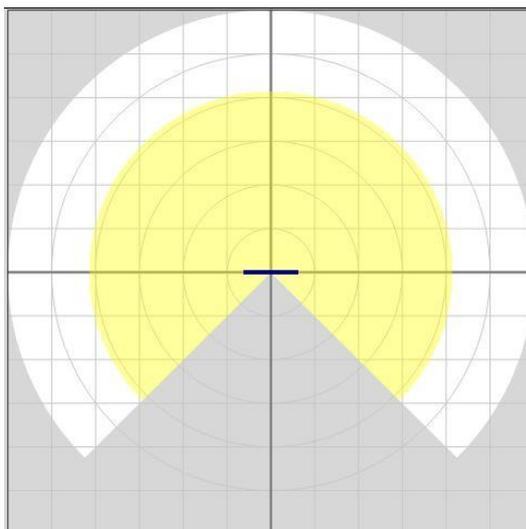

図 4.2.1.2.2 依存形状のオフセットバー初期位置
- オフセットバーを選択した状態で、マウスの右クリック、または、キーボードのDeleteキー、Backspaceキーで押すと、頂点IDのオフセット値を削除できます。このとき、オフセットバーは、図4.2.1.2.2の座標原点の初期位置に表示されます。